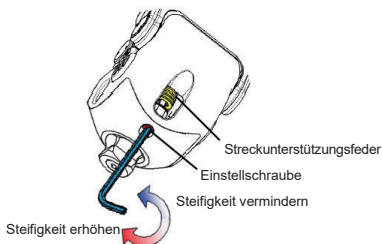

Fig. 10: Einstellen der Streckunterstützungsfeder
- Stellen Sie die in Fig. 10 gezeigte Einstellschraube mit einem 2,5-mm-Inbusschlüssel ein.